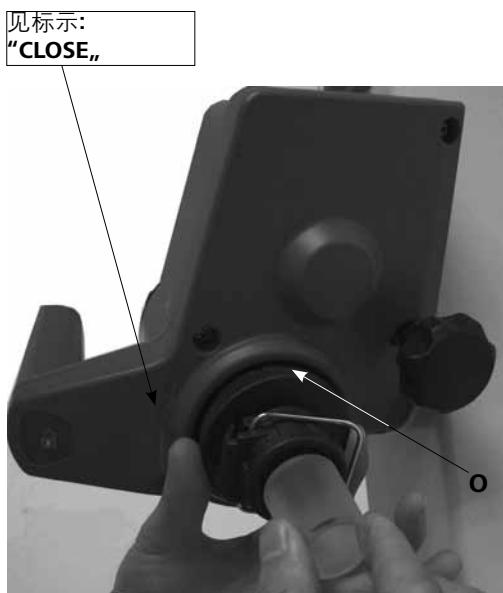

Fig.14a
- 逆时针转动锁定装置 (**O**) 60° 从而打开锁定装置。(Fig.14a)